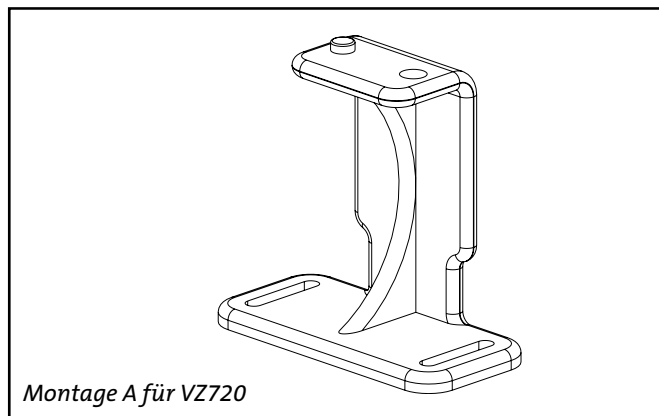

Abb. 8 : Flachdachhalter
- Funktion : Wird für Wintergartenprofile mit obenliegendem Glas verwendet sowie für alle Pergola- und Wintergartensysteme aus Holz. (siehe hierzu Abb. 8)